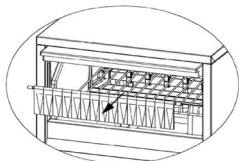

Figura 3
1. Retire la cortina de plástico y tire de la rejilla metálica (figura 3).